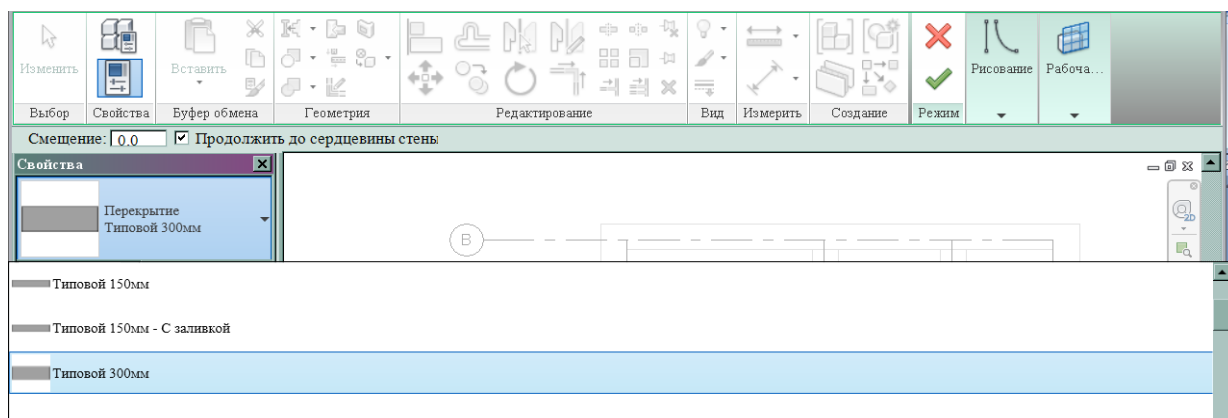

Рис.42
3. Выбрать в Палитре свойств Типовой 300 мм (рис.42).